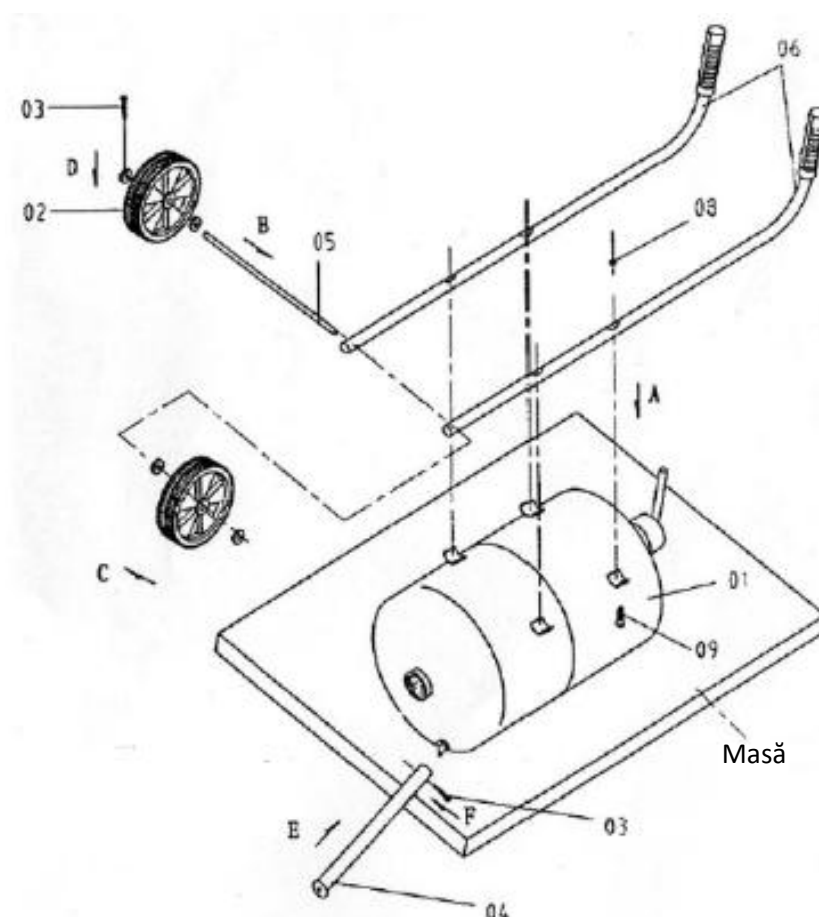

Figura 7
7. Montați cele două mânere (6) pe rezervor folosind patru șuruburi (9) și patru piulițe hexagonale (8). Observați că capetele mânerelor sunt îndoite în sus (Figura 7).
8. Introduceți axul (5) în orificiile situate pe părțile laterale ale mânerelor de pe suprafața lor inferioară. Așezați roțile (2), câte una la fiecare capăt al osiei. Montați roțile împreună cu șaibe metalice (31), așezându-le pe fiecare pe o parte a roții. Fixați roțile cu un știft (3).
9. Așezați piciorul (4) în orificiul potrivit situat pe fundul rezervorului, lângă margine. Utilizați ultimul știft (3) pentru a atașa piciorul la rezervor.